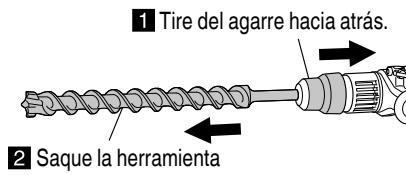

Fig. 8
- (3) Tire de la herramienta y compruebe que se encuentre completamente bloqueada.
- (4) Para extraer la herramienta, tire completamente de la empuñadura en el sentido de la flecha y tire hacia afuera de la herramienta. (Fig. 8).